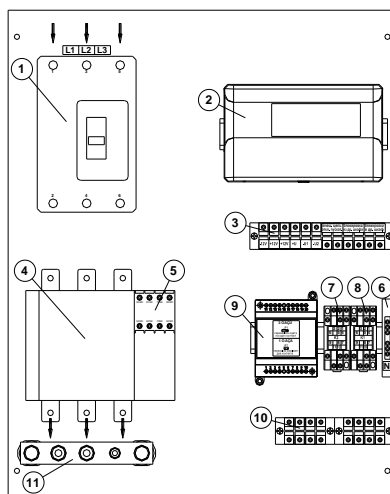

Рис. 3. Внешний вид монтажной панели исполнения ШУЭ-55-XP777
- сетевого автоматического выключателя типа ВА-47-19 или аналогичного (1) (см. рисунки 2,3);
- модуля неадресных шлейфов МШ4-ХР777 (2);
- пускателя электромагнитного серии ПМЛ или аналогичного (4);
- приставки к пускателю (5);
- клеммной колодки (6), объединяющей нейтраль (N) внутри ШУЭ;
- модуля контроля фаз (9);
- шины подключения нейтрали внешней нагрузки ШУЭ-55-ХР777 (11) (см. рисунок 3);
Для ШУЭ-55-ХР777 подключить ноль электрической сети переменного тока (N) и нулевой провод внешней нагрузки к шине подключения нейтрали внешней нагрузки (11) (см. рисунок 3).